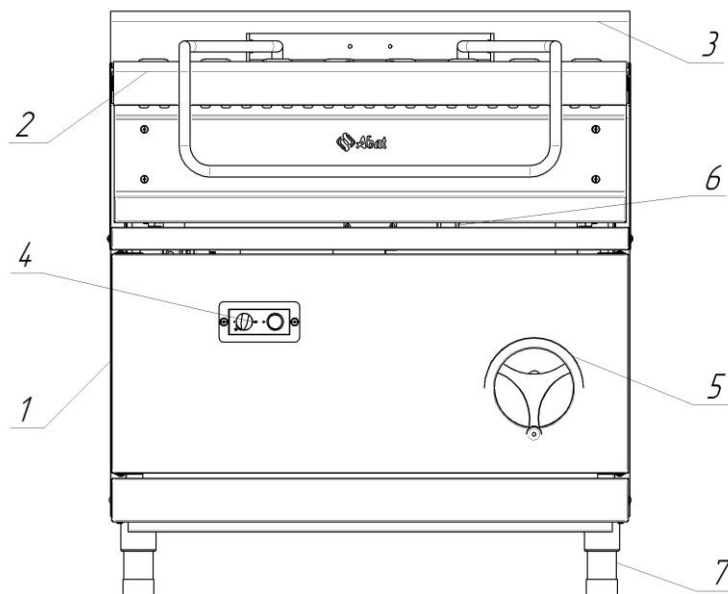

Рис. 1. Сковорода газовая
4.1. Устройство газовой сковороды показано на рис. 1.
Для доступа к штуцеру необходимо снять штурвал (поз. 5, рис. 1), предварительно отвинтив фиксирующий винт, и панель переднюю (рис. 1).